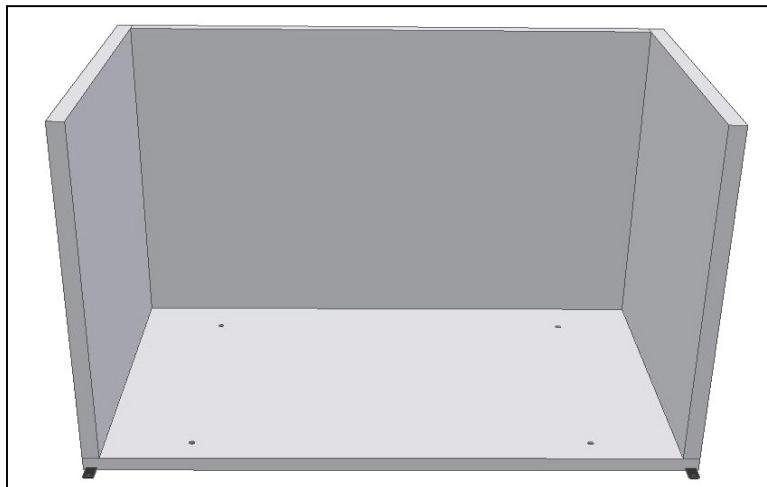

Abb. 5
- Bringten Sie die **rechte Seitenwand** auf der Bodenplatte in Position und befestigen Sie sie mit ihr (Abb.5);